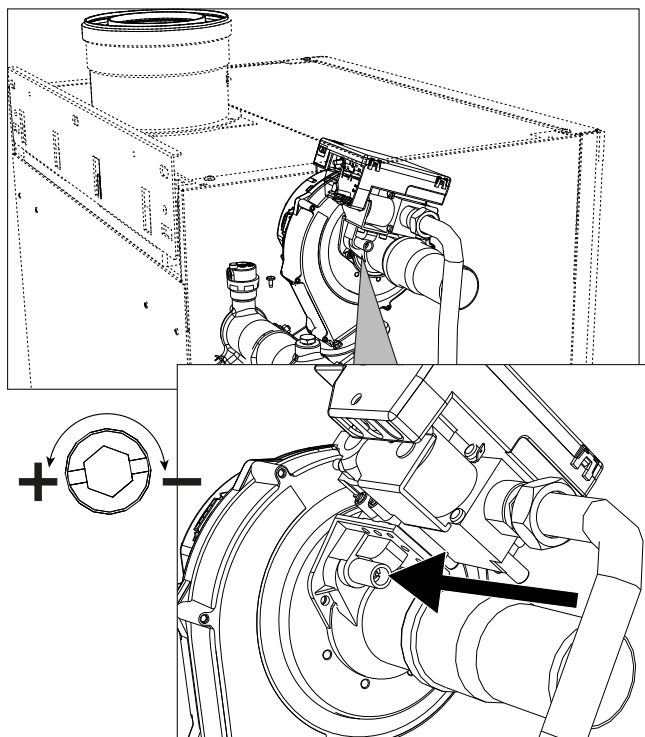
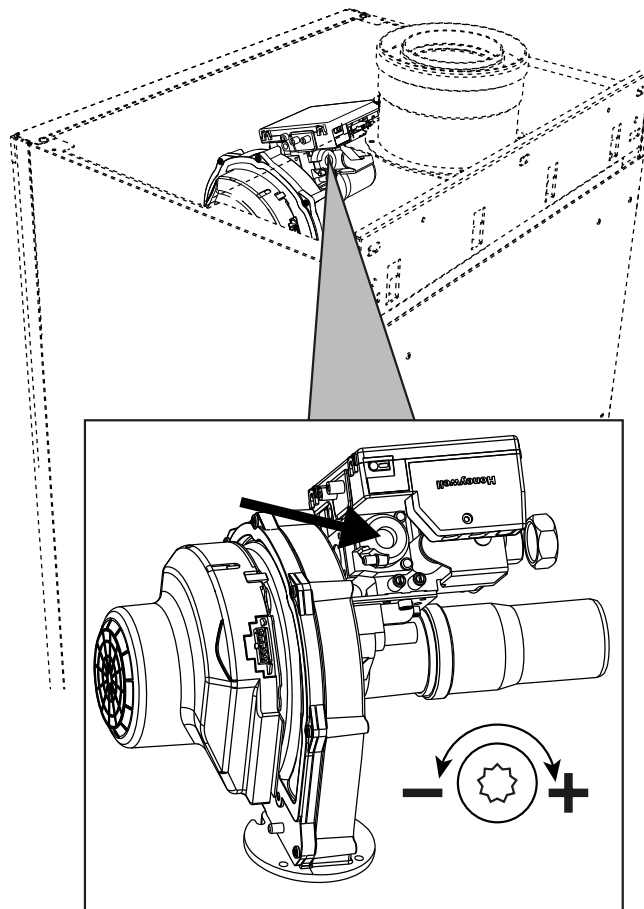
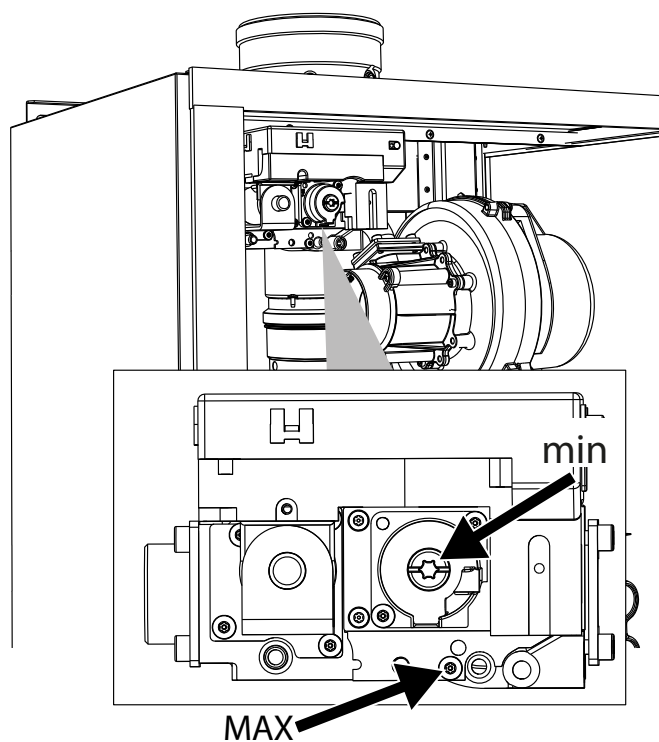

fig. 77 - Réglage maximum modèles W 60 et W 80
fig. 78 - Réglage minimum modèles W 60 et W 80
fig. 79 - Réglage maxi et mini modèles W 99, W 120 et W 150
- En présence de valeurs différentes des valeurs attendues, régler le CO₂ à l'aide de la vis de réglage du maximum en réglant les valeurs de CO₂ indiquées. Voir **fig. 77** pour les modèles **W 60** et **W 80** ou **fig. 79** pour les modèles **W 99**, **W 120** et **W 150**.
- Si les valeurs de CO₂ sont différentes de celles indiquées, ajuster doucement la vis « OFFSET » minimum, en vérifiant que le CO₂ est correct. Voir **fig. 78** pour les modèles **W 60** et **W 80** ou **fig. 79** pour les modèles **W 99**, **W 120** et **W 150**.